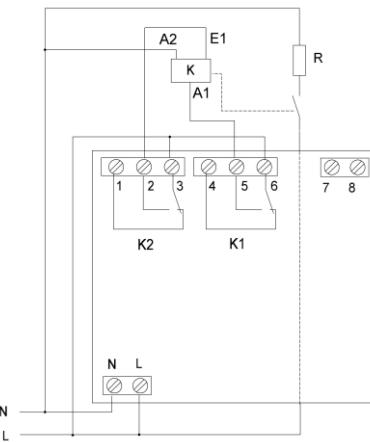

Рис.3 Схема включения с контактором с электромагнитной защелкой.
3.3 Режим работы с kontaktorами с электромагнитной защелкой (двухобмоточными kontaktорами). Реле K1 выдает импульс "START" на включение нагрузки, реле K2 импульс "STOP" на выключение (рис.3,4). Длительность импульса 5 сек. В этом режиме нет потребления мощности kontaktором от сети питания. На катушки подаются только кратковременные импульсы управления. Срок службы kontaktора ограничен только износостойкостью его kontaktов.